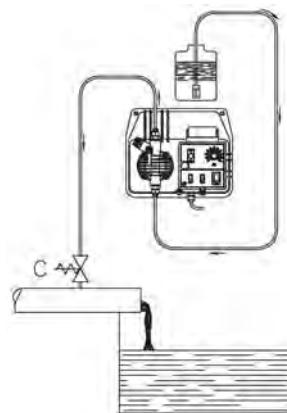
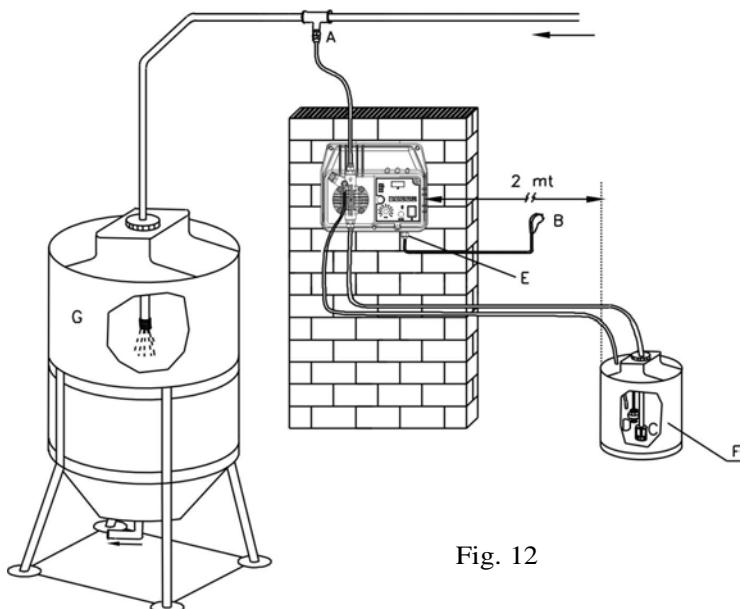

Fig. 6
Fig. 12
c. Ubicare la pompa come in figura 5 tenendo presente che essa può essere fissata sia sotto che sopra il livello del liquido da dosare entro il limite massimo di 2 metri. Il punto di iniezione deve essere collocato sempre più in alto del liquido da iniettare. Non installare la pompa direttamente sul serbatoio in quanto alcuni additivi sviluppano vapori che possono danneggiare l'apparecchiatura. Per una corretta installazione vedi fig. 12. Se l'impianto da trattare lavora alla pressione atmosferica (additivazione a scarico libero) ed il serbatoio dell'additivo deve essere assolutamente posizionato più in alto del punto di iniezione (Fig. 6), controllare periodicamente la funzionalità della valvola di iniezione, in quanto la sua eccessiva usura potrebbe portare all'immissione dell'additivo nell'impianto per caduta (anche ad apparecchiatura ferma). Se il problema dovesse permanere, inserire una valvola di contropressione C opportunamente tarata tra la pompa dosatrice ed il punto di iniezione (Fig. 6). Per liquidi che emanano esalazioni aggressive, non installare la pompa sopra al serbatoio a meno che tale serbatoio risulti chiuso ermeticamente.
[fig.12]